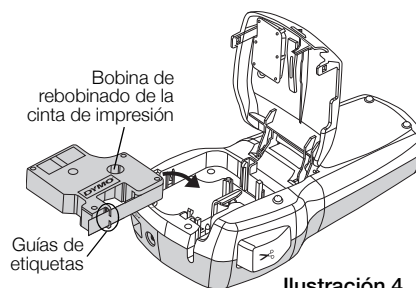

Ilustración 4
- 2 Asegúrese de que la cinta adhesiva y la cinta de impresión están tensas sobre la abertura del cartucho y de que la cinta adhesiva pasa entre las guías. Vea la Ilustración 4.